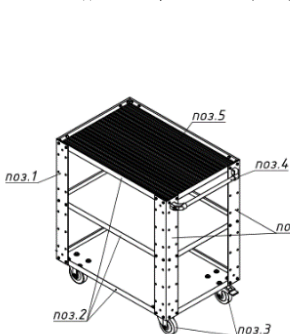

Рис. 1 Тележка МЛОС (базовая)
3.1. Тележка инструментальная (рис.1,2) состоит из металлических уголков (поз.1) и полок (поз.2).